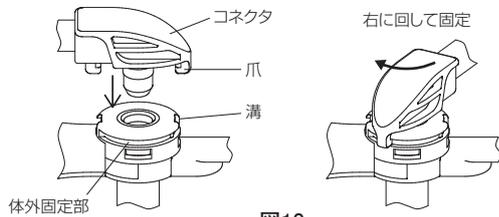

図10
3. 接続チューブのコネクタの爪を、ボタンの体外固定部の溝に合わせて挿入した後、右にカチッと手応えを感じるまで回転して接続する。(図10)